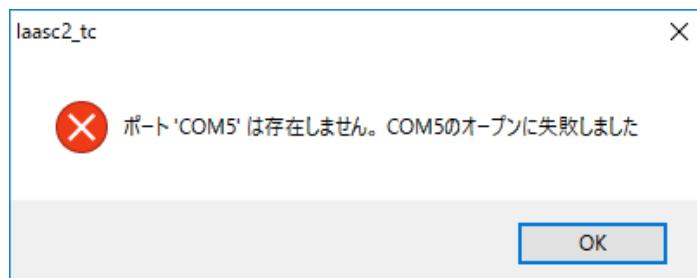

図 3-3 ポート初期化失敗(例:COM5 設定時)
- (1) 「ポート 'COM\*' は存在しません。COM\*のオープンに失敗しました」と表示された場合(図 3-3)